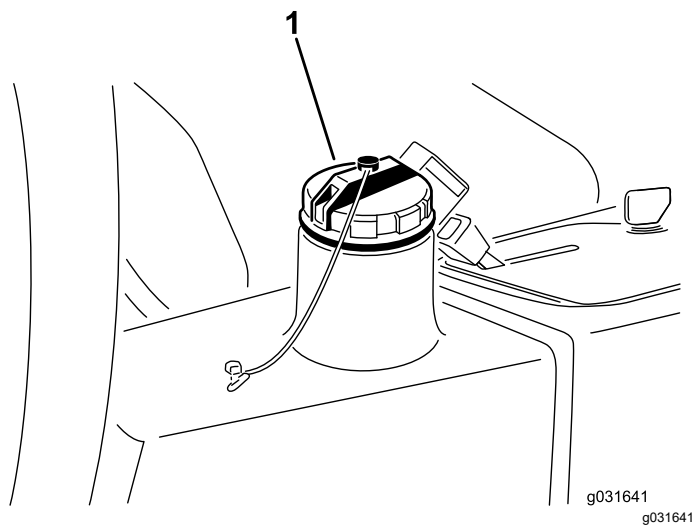

图 65
4. 向液压油箱 图 65注入约 13.2L 液压油请参阅 检查液压系统 \(页码 45\)。